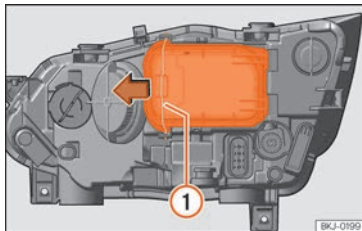

Fig. 104 Dans le compartiment moteur : retirer le cache.
- Déplacez le tirant »» fig. 104 ① dans le sens de la flèche puis retirez le cache.